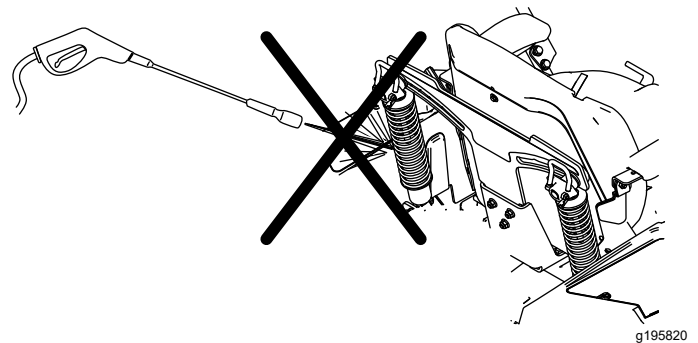

Figura 71
**Nota:** No limpie los conjuntos de choque con agua a presión (Figura 71).